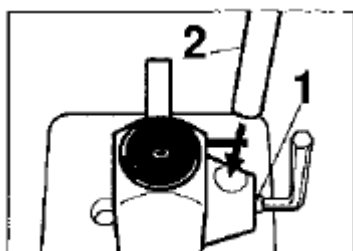

fig. 1
O rompedor de corrente é fornecido já montado, exceto a alavanca (2). Para montar esta alavanca, solte o parafuso (1) (fig.1). Chave fornecida. Insira a alavanca conforme mostrado e aperte o parafuso (1).
Centralize o punção sobre a cabeça do rebite (4) e abaixe a alavanca (2) (fig.1) até que o rebite saia.